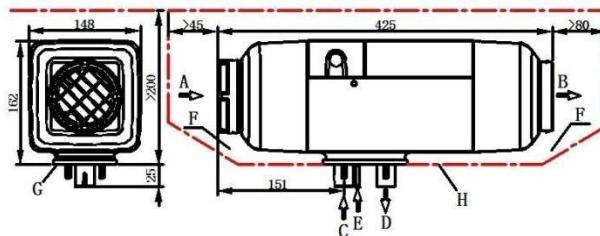

Рис.8
Просьба убедиться, чтобы не было посторонних предметов в пространстве между нижней поверхностью нагревателя и установочной поверхностью автомобиля (рис.8-Ф).
4.2.3 Между отопителем и установочной поверхностью транспортного средства необходимо обеспечить хорошее уплотнение. Специальное уплотнение, которое поставляется производителем (как показано на Рис. 8), должно быть вставлено между, при установке. Поверхность, на которую устанавливается отопитель должна быть ровной. Место, на которое устанавливается отопитель, может иметь неровности менее 1 мм. После того как будут просверлены установочные отверстия, неровности поверхности должны быть устраниены в соответствии с данными требованиями. После установки плотно закрутите четыре поставляемые производителем гайки М6. Гайки нужно затягивать с моментом 6Нм+1Нм.